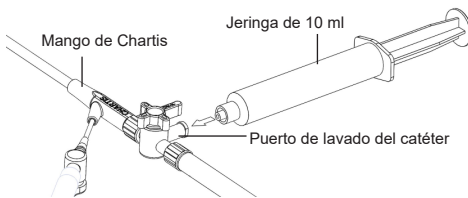

Figura 3: Conexión al puerto de lavado del catéter
- Retraiga el émbolo de la jeringa de 10 ml y conéctela al puerto de lavado de la llave de paso tridireccional. Observe la figura 3 siguiente.